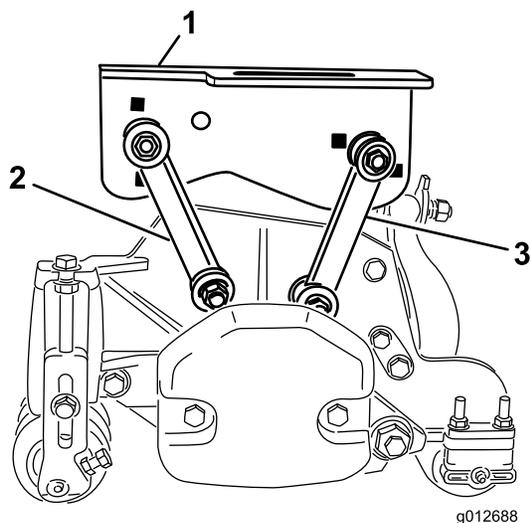

Рисунок 17
- Прикрепите передние монтажные тяги к отверстиям средних несущих рам с помощью болтов (3/8 x 2-1/4 дюйма), двух плоских шайб и контргаяк, как показано на Рисунок 17. Во время монтажа установите с каждой стороны тяги по шайбе. Затяните крепежные элементы с моментом 42 Н·м.
- Прикрепите задние монтажные тяги к отверстиям средних несущих рам с помощью болтов (3/8 x 2-1/4 дюйма), 2 плоских шайб и контргаяк, как показано на Рисунок 17. Во время монтажа установите с каждой стороны тяги по шайбе. Затяните крепежные элементы с моментом 42 Н·м.